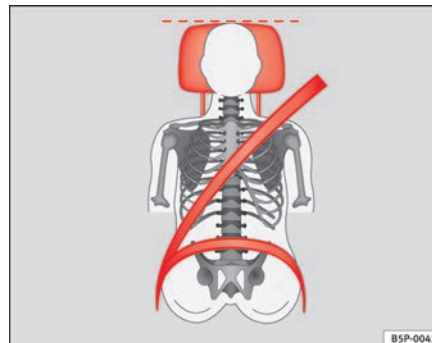
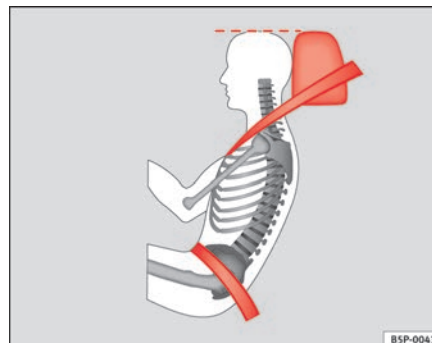

Abb. 3 Richtig eingestellte Kopfstütze von vorne betrachtet
Abb. 4 Richtig eingestellte Kopfstütze von der Seite betrachtet
- Stellen Sie die Kopfstützen so ein, dass sich die Oberkante der Kopfstütze möglichst auf einer Linie mit dem oberen Teil Ihres Kopfes bzw. mindestens auf Augenhöhe befindet ⇒ Seite 12, Abb. 3 und ⇒ Seite 12, Abb. 4.